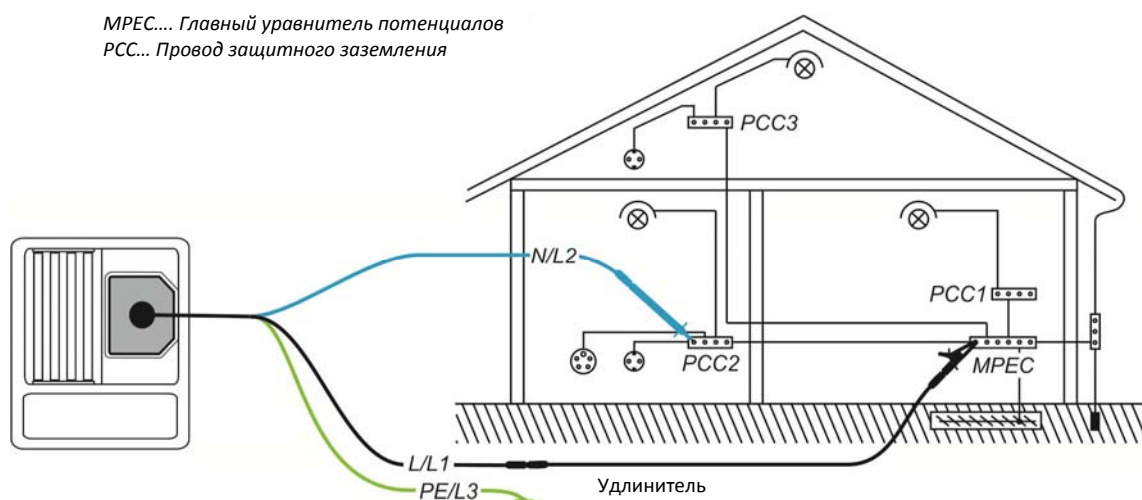

Рисунок 5.6: Подключение 3-проводного тестового кабеля плюс дополнительного удлинительного кабеля
- ❑ **Подсоедините** кабель для испытаний (испытательные выводы) к испытываемой РЕ проводке (см. рис. *Рисунок 5.6: Подключение 3-проводного тестового кабеля плюс дополнительного удлинительного кабеля*)